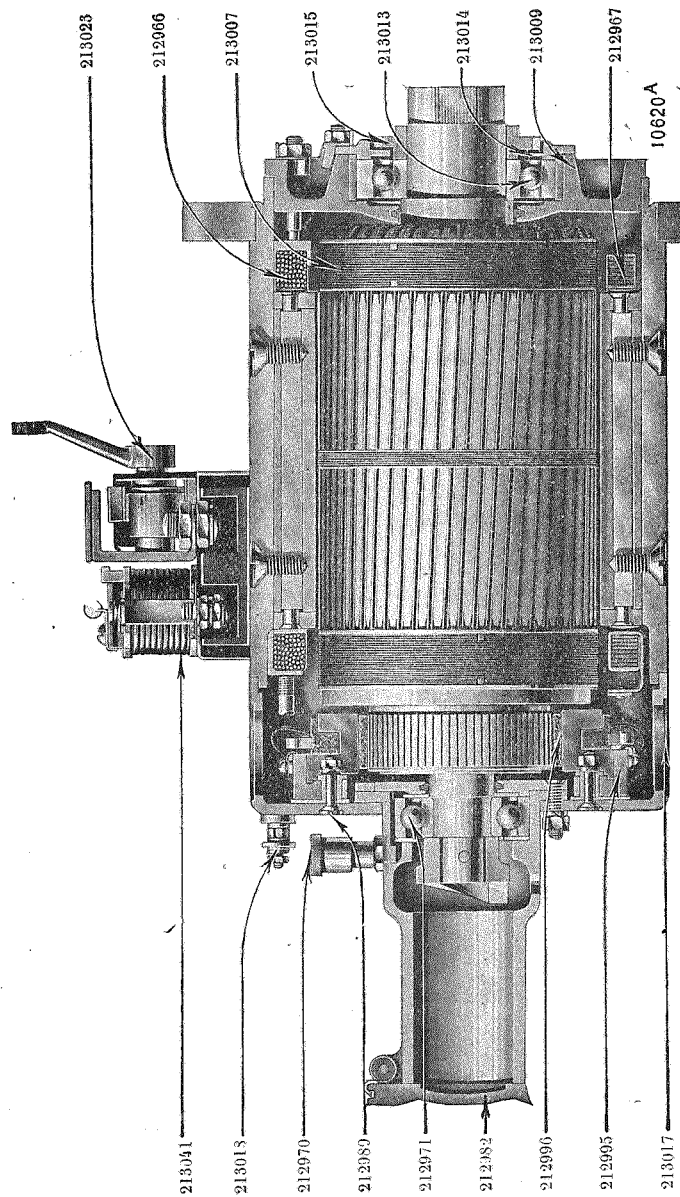

Fig. 17. — Dynamo-moteur.
a. Dynamo-démarrreur (fig. 17, 18 et 19).
LÉGENDE FIGURE 17.